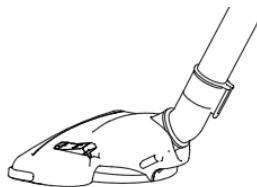

Рис.3
3. На телескопическую трубку установите разные насадки и щетки в соответствии с необходимостью и целью уборки: щетка для ковра/пола.(Рис.3)